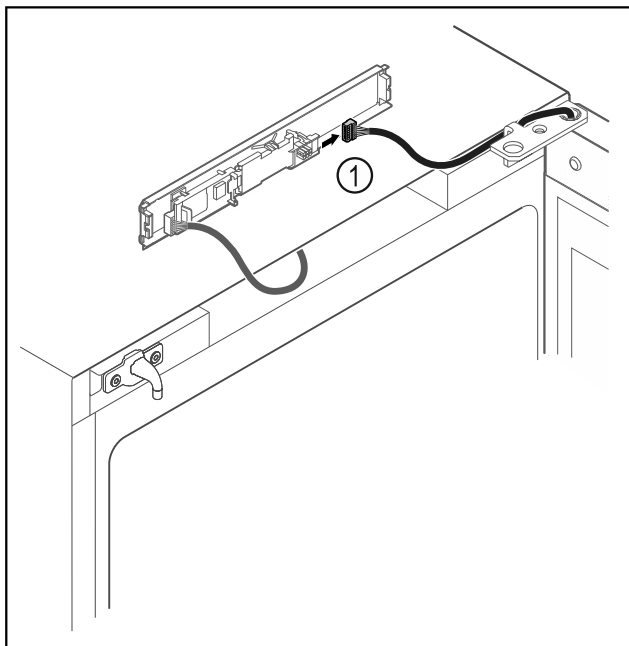

Fig. 17
- ▶ Vytáhněte zástrčku Fig. 17 (1) z desky.